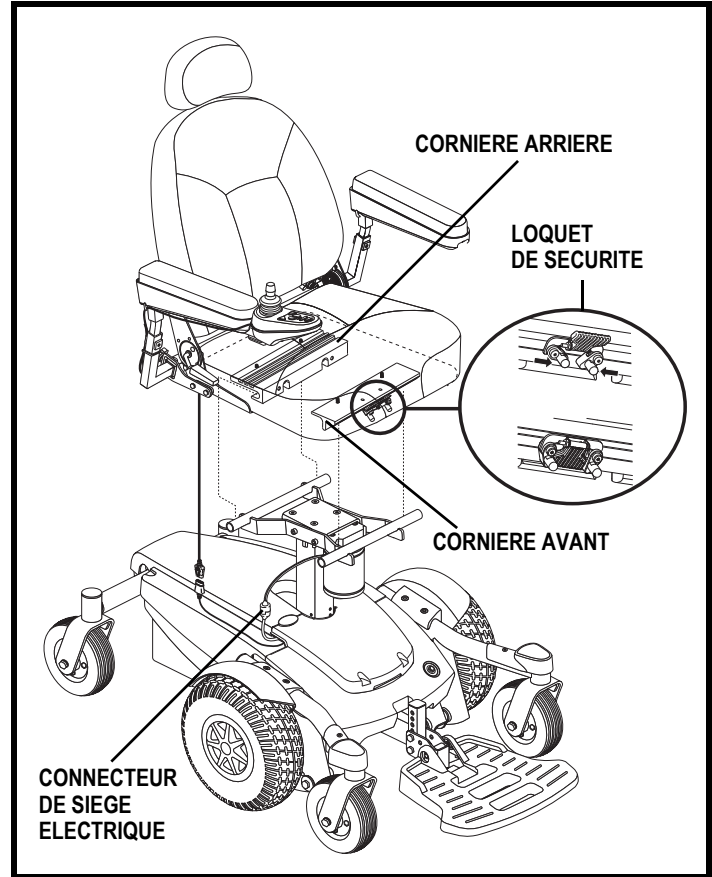

Figure 14. Système de montage universel sur Select 6 avec sièges électriques
Il se peut que vous ayez à installer le siège avant la première utilisation ou après avoir transporté votre fauteuil motorisé. La plupart des sièges sont fixés à la base à l'aide du «Système de Montage Universel» (SMU). Le système de montage universel (SMU) est composé de pièces compatibles au siège à dossier moyen ou à dossier haut sans égard à la largeur ou à la profondeur du siège. Les composants principaux sont deux cornières en aluminium montées sous le siège. Les deux pièces principales sont des cornières d'aluminium montées sur la base du siège. Celles-ci se fixent sur la paire de barres trapèze fixées sur la base motorisée. **Voir la figure 14.**
4. Branchez le câble du contrôleur dans son connecteur sur la base motorisée. **Voir la figure 14.**